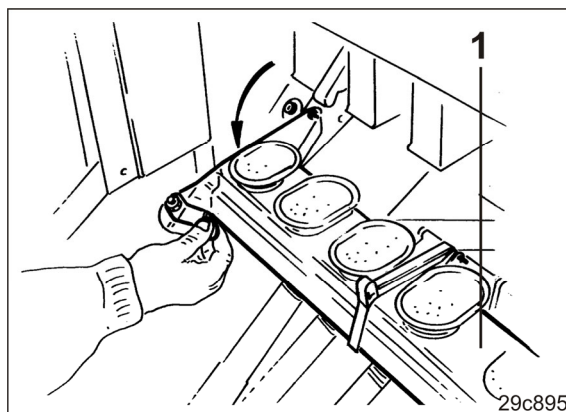

Рис. 76
3. Опустите планку с воронками (Рис. 76/1).